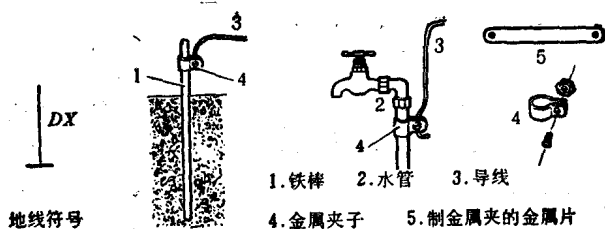

图 2-3
(2) **地线** 地线的符号和装置方法见图 2-3,它是一条把收音机电路和大地连接起来的导线。用长约 1 米的铁棒,插入地里,再用导线引入室内和收音机相接。插铁棒的地方还应该浇一点水,使铁棒和大地间导电良好。在有自来水设备的地方,装置地线就更方便了,只要用一根导线把收音机电路和水管连接起来就可以了。